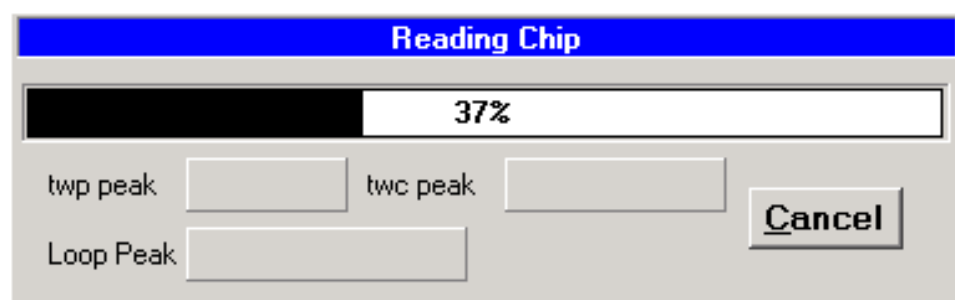

Рис. 3. Окно чтения содержимого микросхемы.
**[Read]** читает содержимое микросхемы в буфер. Те же действия возможны при нажатии кнопки . При чтении появляется окно «Read Chip» (см. рис. 3). Нажав кнопку «Cancel» можно остановить процесс чтения.